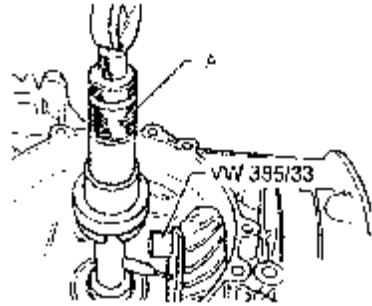

图 7-203 装入万用芯棒
3) 将末端测量块放在小齿轮轴的表面，装入万用芯棒 A，如图 7-203 所示。装上主减速器盖板并审批权紧 4 个螺栓。